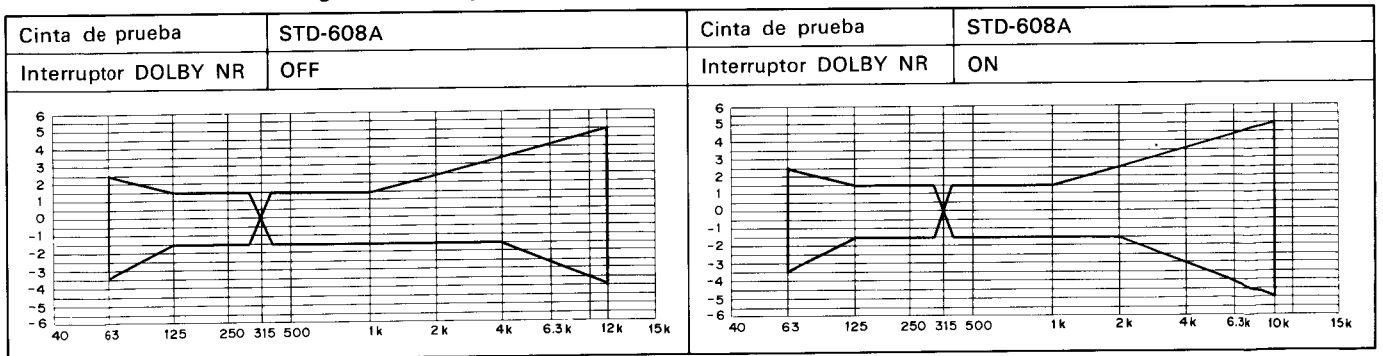

Fig. 11-8 Zona de tolerancia de copia y respuesta de frecuencia de reproducción (NORM)
• Cambiar la cinta de prueba y la posición del interruptor DOLBY NR y comprobar que la zona de respuesta en frecuencia indicada en la Fig. 11-8, 9 se satisfaga.